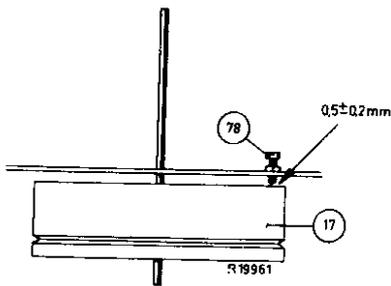

Fig. 18
6. Limitation de la course du volant 17 en sens vertical (fig. 18)